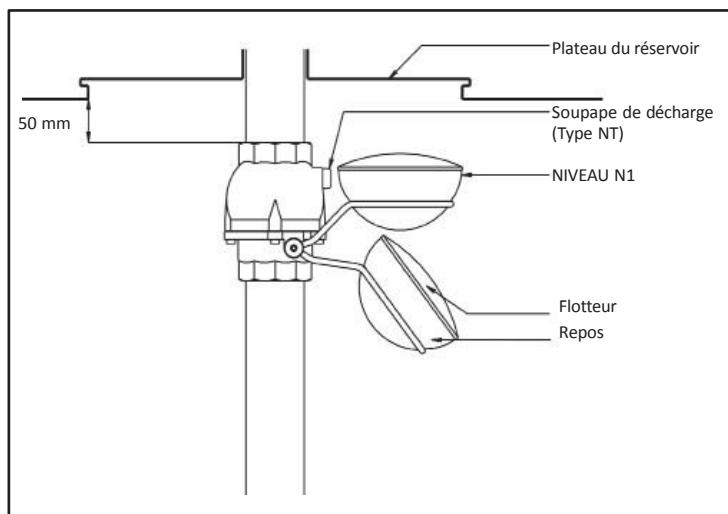

Figure 2
**2:** Monter le Limiteur de Remplissage sur la douille du tuyau sous le plateau de trou d'homme en plaçant le flotteur sous le testeur. La côte de 50 mm minimum entre le dessus du limiteur et le générateur du réservoir doit absolument être respectée. (Figure 2)